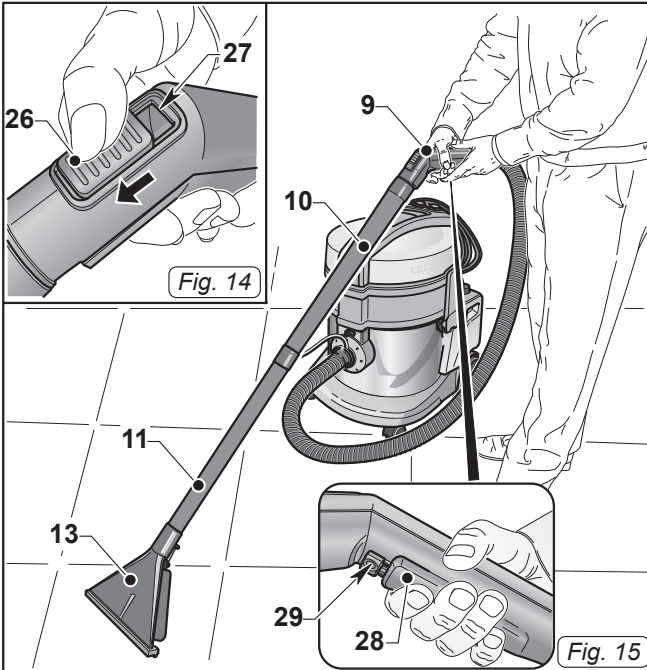

Fig. 15
- Pour le lavage des sols ou moquettes, il est nécessaire de monter le tuyau avec la poignée ergonomique (9 Fig. 15), les rallonges rigides (10 et 11 Fig. 15) et la buse pour sols (13 Fig. 15), si présents.
- Appuyer sur le bouton (28 Fig. 15) pour pulvériser le détergent, relâcher pour arrêter la pulvérisation.
Il est possible de bloquer le bouton (28 Fig. 15) en position appuyée (pulvérisation du détergent en continu) en déplaçant le curseur (29 Fig. 15) vers le bouton (28 Fig. 15).
En replaçant le curseur (29 Fig. 15) en position initiale, le bouton se libère et la pulvérisation du détergent se bloque.